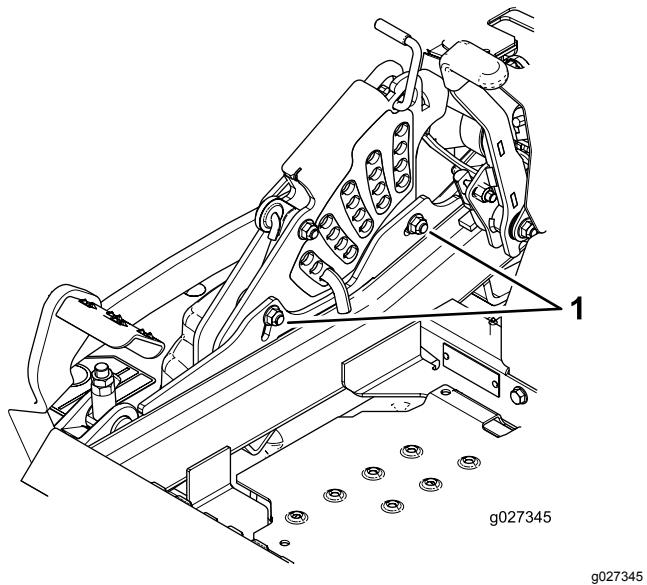

Figure 90
12. Pour régler le système monopoint, desserrez les 2 boulons au bas de la plaque de hauteur de coupe. Voir Figure 90.
14. Serrez les 2 boulons au bas de la plaque de hauteur de coupe (Figure 90) à un couple de 37 à 45 N·m.